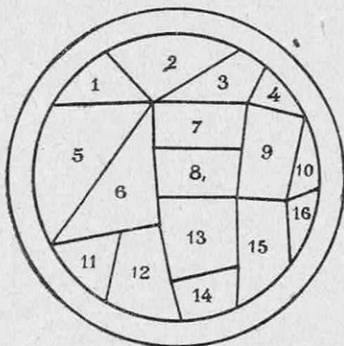

FIG. 3. — LA MOSAÏQUE DE CRISTAUX DE QUARTZ D'UN PROJECTEUR D'ULTRA-SONS
L'émetteur d'ultra-sons comporte un certain nombre de morceaux de quartz, d'environ 5 millimètres d'épaisseur, et dont la surface dépasse rarement 30 à 40 centimètres carrés. Ils sont convenablement taillés pour donner naissance au phénomène piézo-électrique (1), et assemblés en mosaïque pour former un disque de 20 à 30 centimètres de diamètre (fig. 3). Cette mosaïque est
(1) Voir *La Science et la Vie*, n° 145, page 17